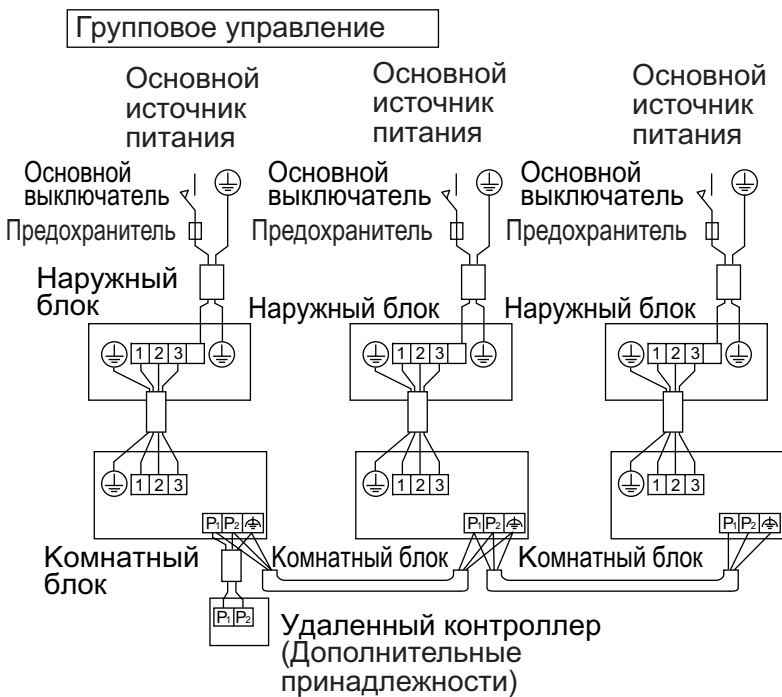

Рис. 27
- **Групповое управление:** один пульт дистанционного управления управляет несколькими (до 16) комнатными блоками (Все комнатные блоки функционируют по командам пульта дистанционного управления). (См. рис. 27)
(См. рис. 27 на стр. 15 и Таблица 4 на стр. 16)